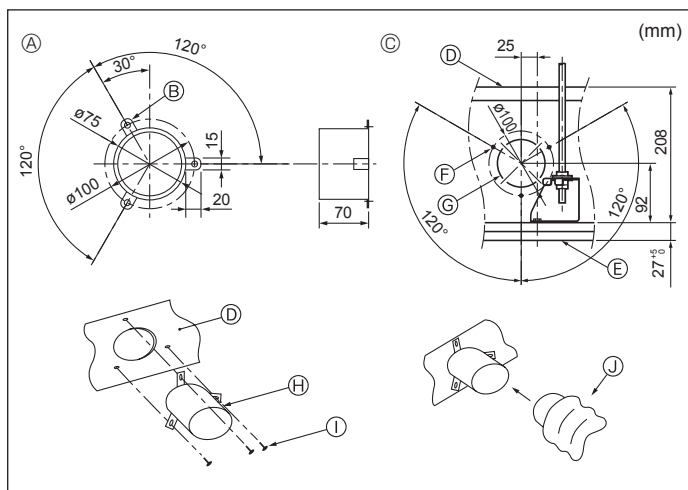

Fig. 2-3
2.3. Installation des Luftkanals (bei Frischluftansaugung) (Fig. 2-3)